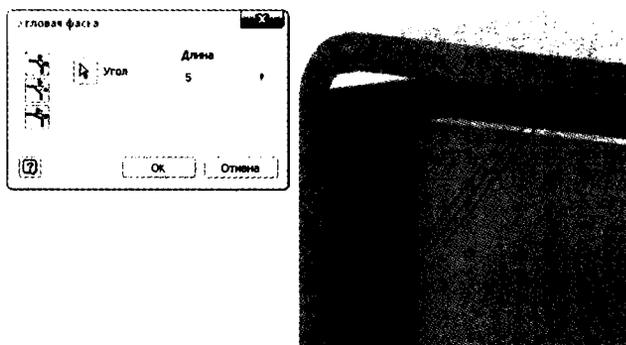

Рис. 10.22. Угловая фаска может быть срезана только на развертке
4. Щелкните на угол, как показано на рис. 10.22, установите значение **5 мм**, затем нажмите **ОК**.